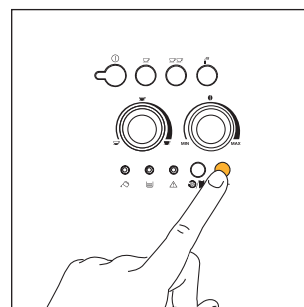

Fig.18
1. Prima a tecla ☞ para seleccionar a função de café pré-moído (fig. 18). A luz situada no interior da tecla acende-se, indicando que a função foi seleccionada e que se excluiu o funcionamento do moinho de café.